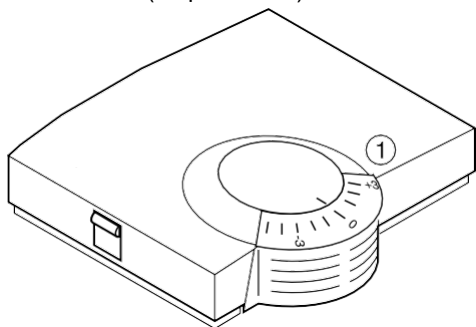

Figura 5: HCW 82
- Asigne con el mando (1) (véase Figura 5) el cambio deseado para la temperatura predefinida (graduación de la escala en  $^{\circ}\text{C}$ ).
- Verifique si el mando se encuentra en la posición mostrada en la Figura 5.